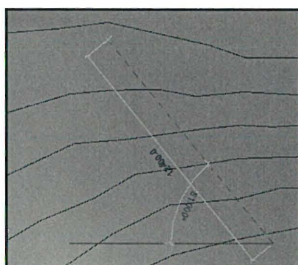

Fig. 10.50. Tegn en linie et vilkårligt sted på terrænet.
- Tegn en linie der krydser linierne/ Højdekoterne i terrænet (Fig. 10.50).